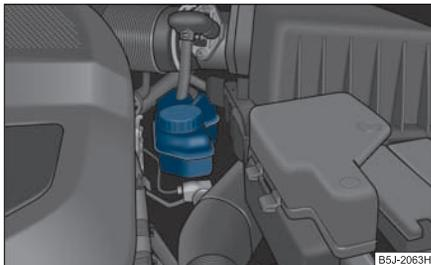

Abb. 180 Motorraum: Bremsflüssigkeitsbehälter
- Prüfen Sie den Bremsflüssigkeitsstand am Behälter ⇒ Abb. 180. Der Stand muss zwischen den Markierungen „MIN“ und „MAX“ liegen.